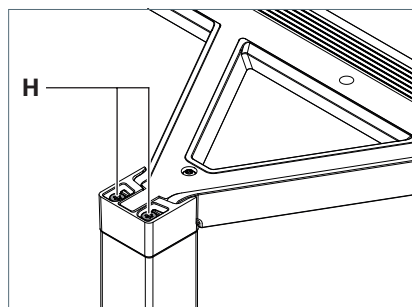

Fig. 10: Ajuster la tête du luminaire.
- Pour abaisser la tête du luminaire, tournez les vis **H** dans le sens inverse des aiguilles d'une montre, voir Fig. 10.